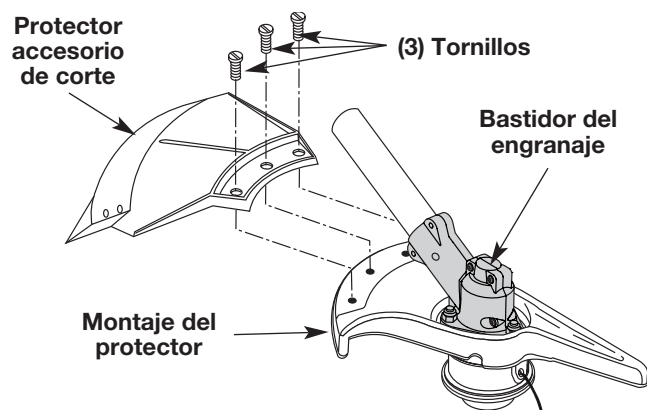

Fig. 6
Saque el protector accesorio de corte del montaje del protector retirando los tres (3) tornillos con un destornillador de vástago plano (Fig. 6). Guarde las piezas para usarlas en el futuro.
Instale el protector accesorio de corte en el montaje del protector insertando 3 tornillos en el montaje del protector. Ajuste bien con un destornillador de vástago plano (Fig. 6).